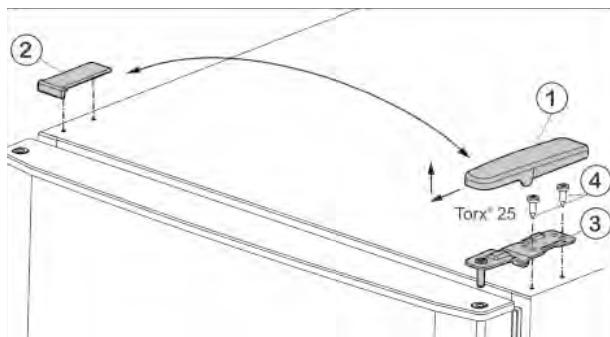

Fig. 4
- Відведіть кришку Fig. 4 (1) вперед і вгору.
- Зніміть кришку Fig. 4 (2).
- Викрутіть верхній опорний кронштейн Fig. 4 (3) (2 шт. Torx® 25) Fig. 4 (4) і відведіть вгору.
- Встановіть верхні дверцята на середній опорний кронштейн (13).
- Встановіть верхній опорний кронштейн Fig. 4 (3) в дверцята на новий бік шарніра.
- Прикрутіть верхній опорний кронштейн (з моментом 4 Нм) гвинтами (2 шт. Torx® 25) Fig. 4 (4). У разі необхідності скористайтеся акумуляторним гвинтокрутом.
- Встановіть і зафіксуйте кришку Fig. 4 (1) з протилежного боку ззовні.
- Також встановіть згори і зафіксуйте кришку Fig. 4 (2) з протилежного боку.